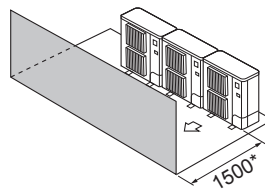

Fig. 2-11
- ③ Hindernisse nur auf der Vorderseite (Fig. 2-11)